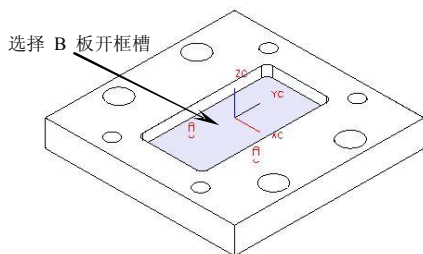

图5-88
12. 使用【冷却】功能创建冷却水道，设置冷却水道直径为“M8”、“HOLE_1_DEPTH=20”、“HOLE_2_DEPTH=20”，选择 B 板开框槽作为冷却水道参考面，设置第一条冷却水道坐标为 (50, -15, 0)，第二条冷却水道坐标为 (-50, -30, 0)，结果如图 5-88 所示。